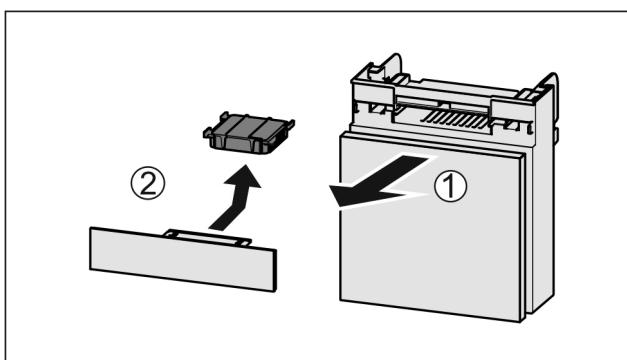

Fig. 183
- ▶ Extraire le compartiment par l'avant Fig. 183 (1).
- ▶ Sortir le filtre à charbon actif Fig. 183 (2).